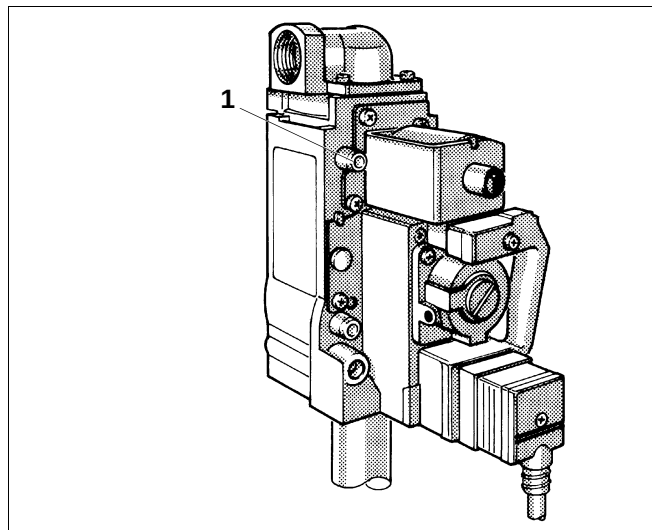

Fig. 31 Bloc gaz "Honeywell" VR 4601
- Dévisser de deux tours la vis de fermeture de la niple de contrôle de la pression d'alimentation sur le bloc gaz (fig. 31, **pos. 1**).